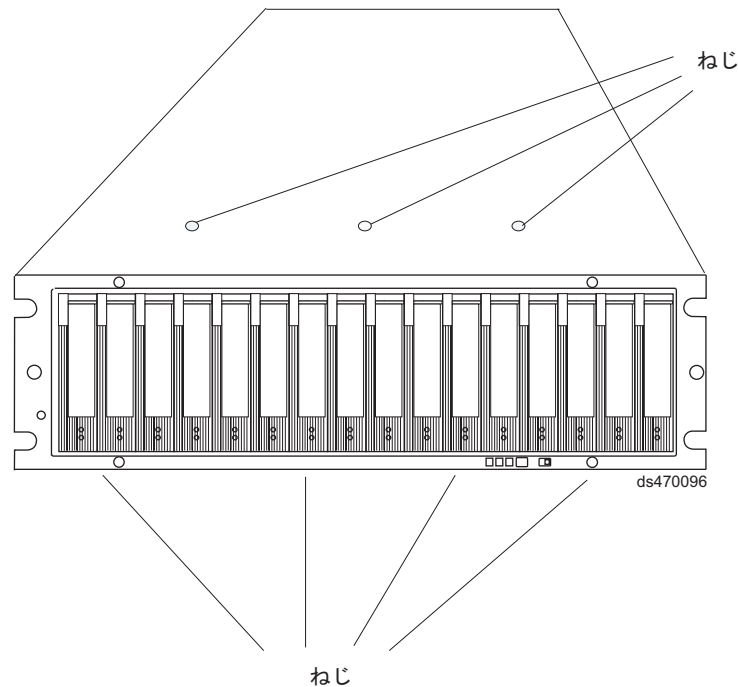

図 87. シャーシの上部および下部をフレームに対して保持するねじ
ラックの前面からシャーシを引き出して、ラックから取り外します。水平面に置きます。177 ページの図 87 に示すように、シャーシの上部に 3 つ、シャーシの下部に 4 つ並んでいるプラスねじを見つけます。 #1 プラスねじ回しを使用して、この 7 つのプラスねじを外します。ねじを保管します。
17. 図 87 に示すように、前面ケージ・フレームを EXP810 シャーシに対して保持する 7 つのプラスねじ (ステップ 12 (176 ページ) で取り外したものの、上部 3 つ、下部 4 つ) を取り付けます。